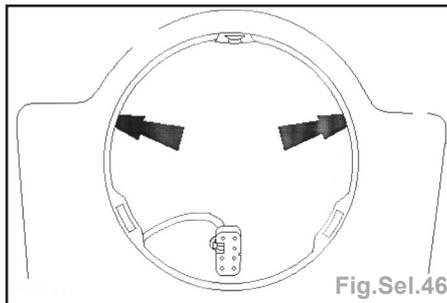

Fig.Sel.46
- Détacher les clips de fixation centraux de la console de pavillon (Fig.Sel.46).